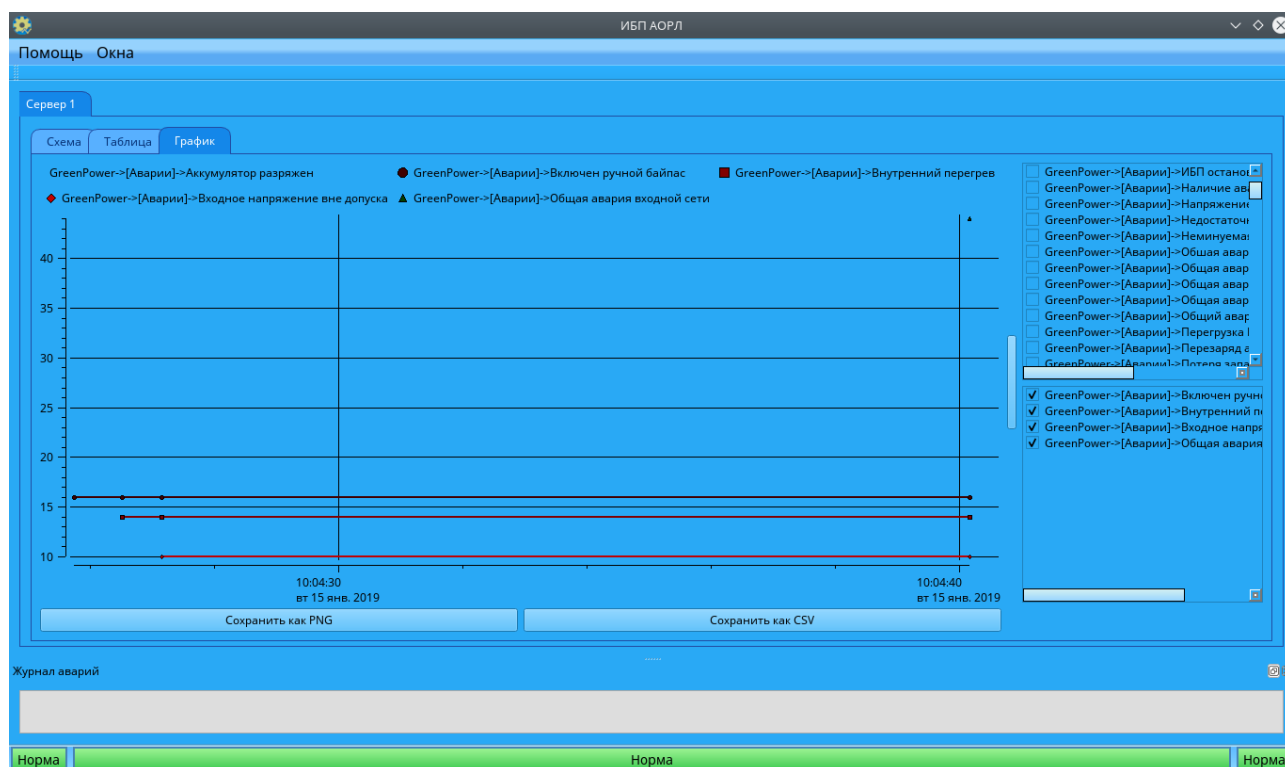

Рисунок 14. Вид вкладки «График»
4.3.5.1 На вкладке «График» (рисунок 14) выбрать параметр из списка предложенных в столбце справа.